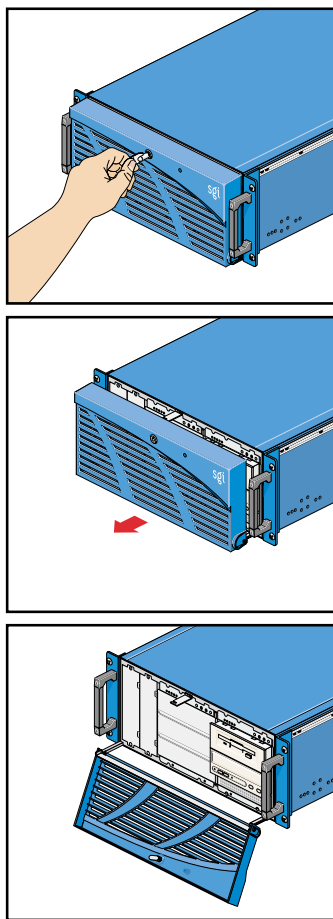

図3 ノードベゼルを開く
8. ベゼルを引き出してノードから外し、図3に示すようにベゼルの下方に回すようにしてください。